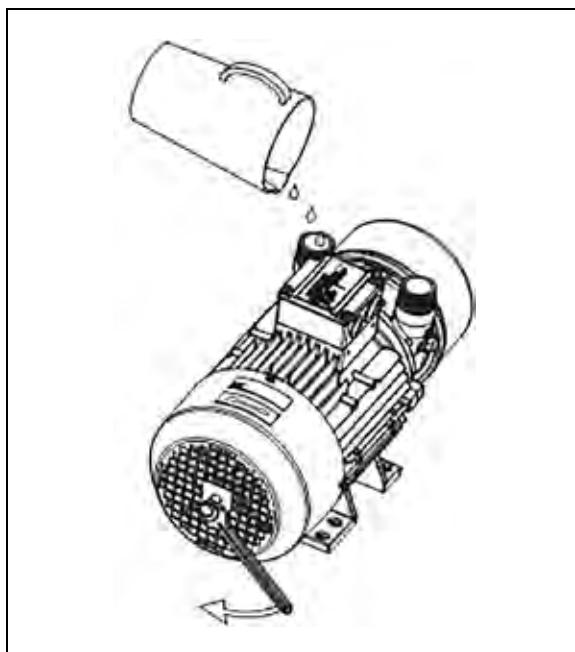

Fig. 14 : Plein d'agent de conservation et rotation de l'arbre
- Faire passer une vis M6 ou M8 (selon le type) dont la tige est suffisamment longue à travers l'ouverture centrale de la grille protectrice du ventilateur et la visser dans le bout de l'arbre d' entraînement sur le côté extérieur du ventilateur (voir Fig. 14, p. 31).